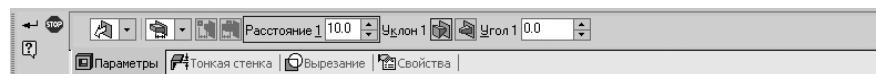

Рис. 1.77. Панель свойств: **Вырезать элемент выдавливания**
- щелкните в **Компактной панели** в панели инструментов – **Редактирование детали** по кнопке – **Вырезать выдавливанием** – четвертой кнопке слева. Появится **Панель свойств: Вырезать элемент выдавливания** (рис. 1.77);